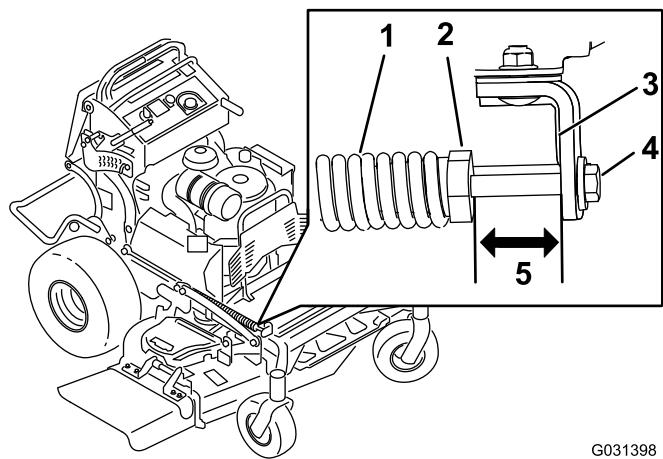

Figure 83
2. Vérifiez la distance entre l'écrou de ressort et l'arrière du support soudé (Figure 83).
3. La distance doit être comprise entre 47 et 50 mm (1,8 et 2 po) (Figure 83).
4. Au besoin, réglez la distance en ajustant le boulon sur l'avant du support (Figure 83).